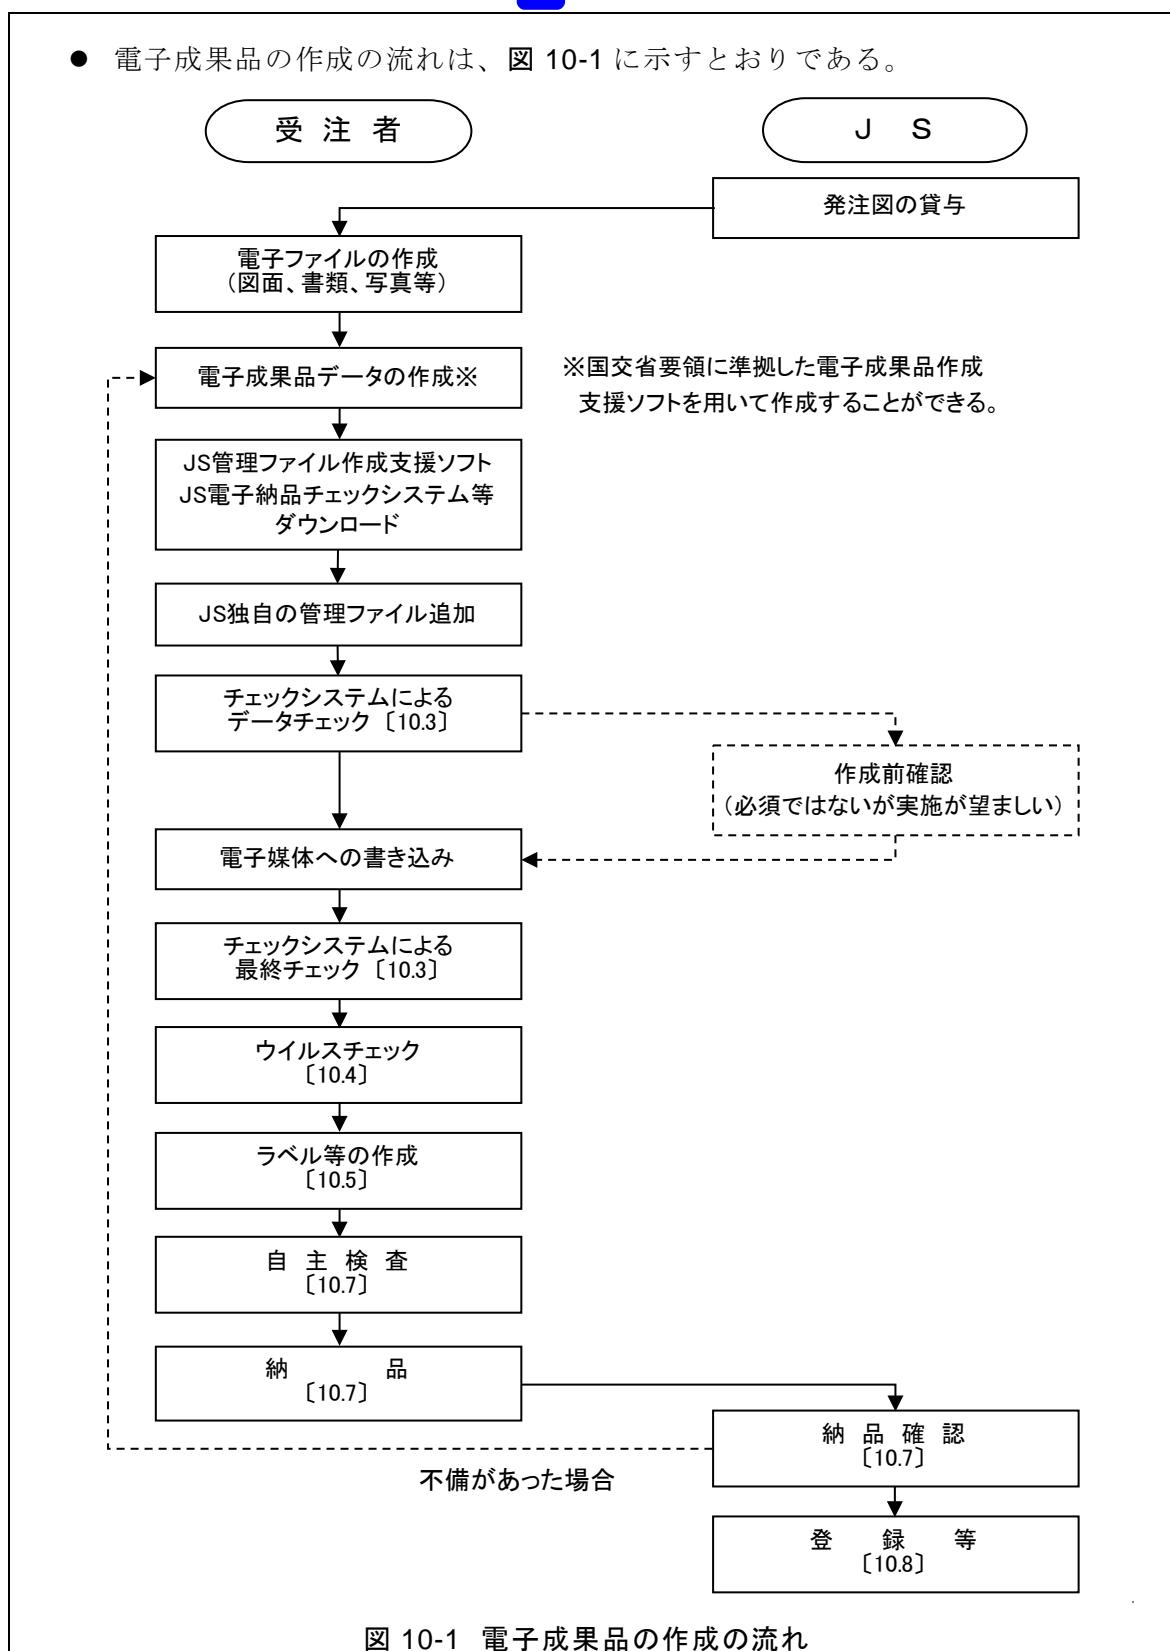

図 10-1 電子成果品の作成の流れ
- 電子成果品の作成の流れは、図 10-1 に示すとおりである。
- 電子成果品の作成は、**図 10-1** に示す手順に従い、本章各節の規定に基づいて行う。